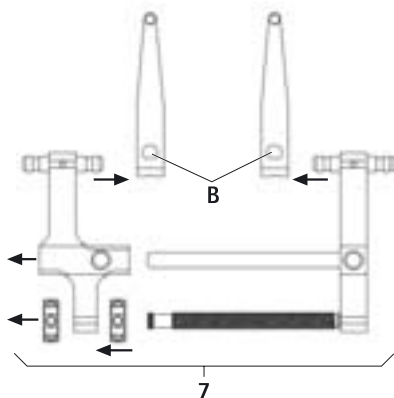

Abb. 2
- Distraktor 7 mit Distraktionsblättern demontieren, siehe Abb. 2: